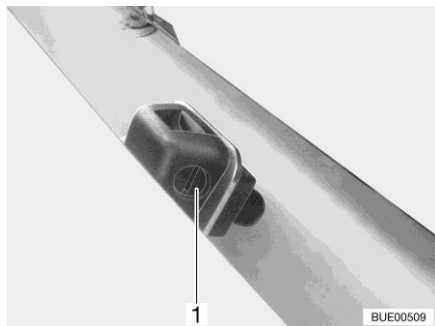

Fig. 41 Gicleurs lave-glace
- Avec un tournevis adéquat, tourner la vis de réglage (Fig. 41,1), jusqu'à obtenir la position souhaitée.